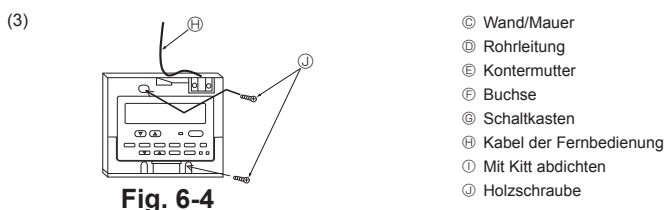

Fig. 6-4
(3) Bei Installation direkt an der Wand (Fig. 6-4)